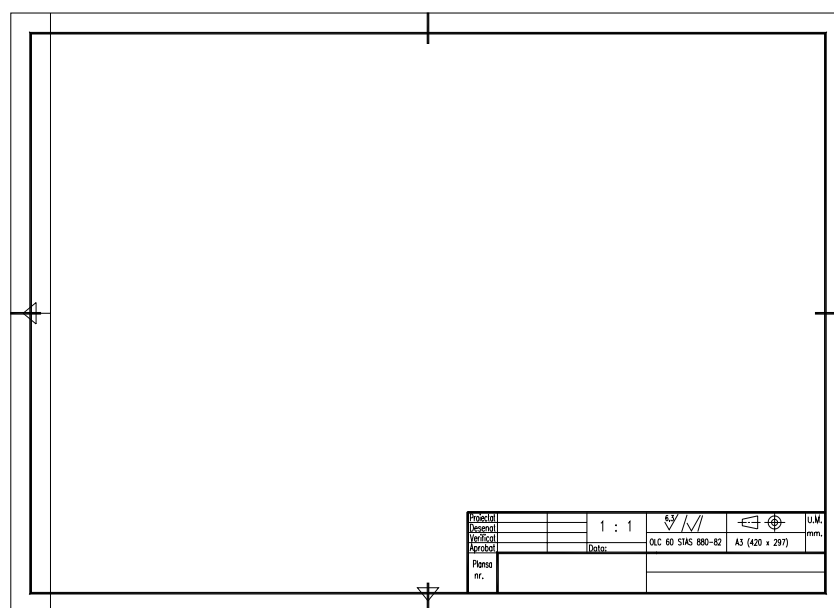
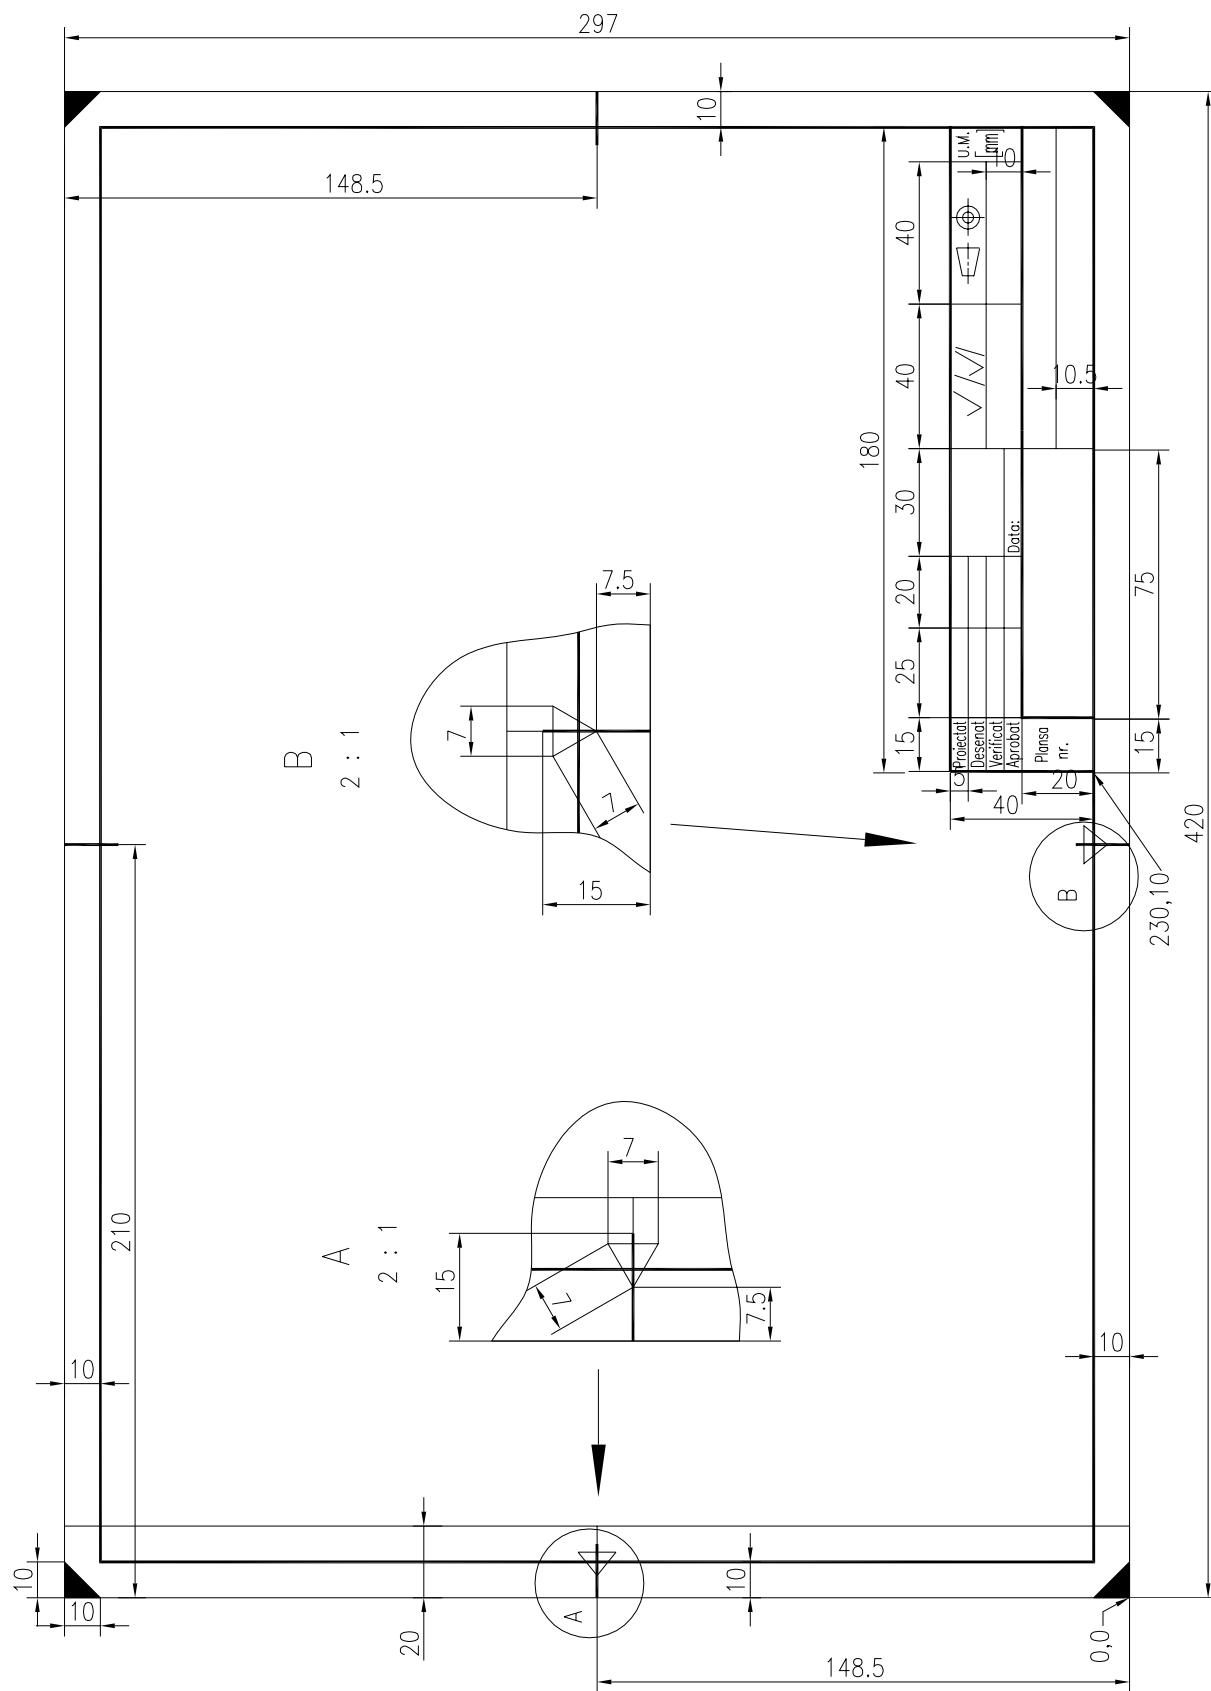

Fig. U2.11
Fig. U2.12
4. Deschideți desenul prototip *acadiso.dwt*. Utilizând coordonatele carteziane absolute, relative și polare, realizați cu comanda *LINE* conturul, chenarul, fâșia de îndosariere și celelalte elemente grafice ale formatului A3 (Fig. U2.11), conform dimensiunilor și indicațiilor prezentate detaliat în Fig. U2.12. Desenați și indicatorul conform dimensiunilor date. Utilizați comenzile *ZOOM* (opțiunile *W*, *A*, *Real time*)  și *PAN*  pentru a mări sau micșora imaginea pe ecran sau pentru a o deplasa în diferite poziții. Tot pentru mărirea sau micșorarea ecranului utilizați și butonul *Scrol* al mouse-ului. Pentru efectul *pan* (deplasare ecran) apăsați acest buton. Salvați desenul cu un nou nume, spre exemplu *Format A3.dwg*.